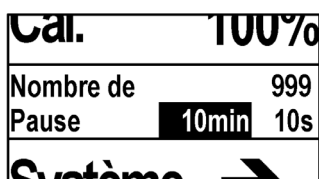

Fig. 44: Menu de réglage
- ➔ L'affichage Fig. 44 apparaît